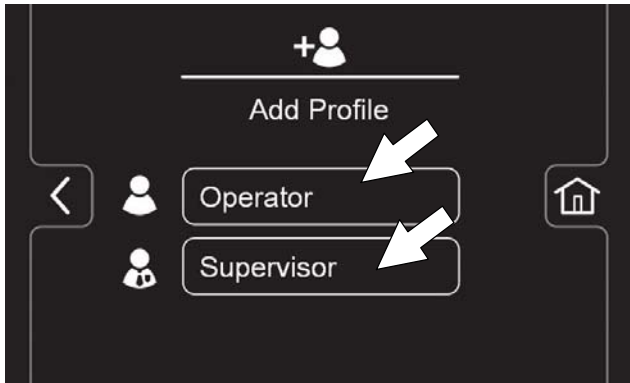

ABB. 158
- Drücken Sie die Bedienertaste, um ein Bedienermodusprofil hinzuzufügen oder drücken Sie die Supervisor-Taste, um ein zusätzliches Supervisor-Modusprofil hinzuzufügen (Abbildung 158).